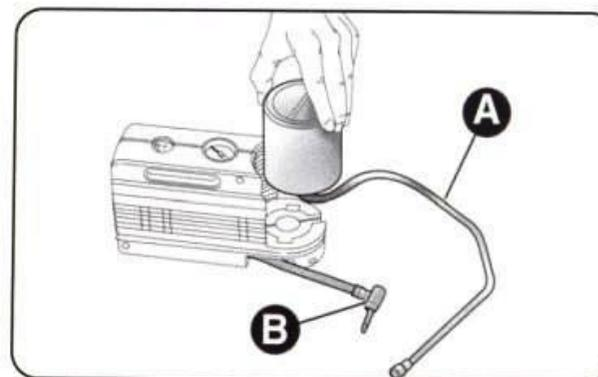

рис. 20
- отсоедините шланг А (рис. 20), затем шланг В;